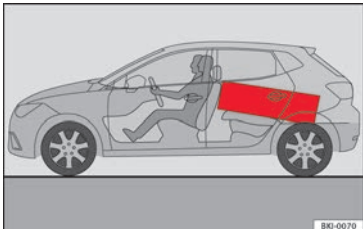

Abb. 159 Legen Sie schwere Gegenstände möglichst weit nach vorn.
- Verstauen Sie schwere Gepäckstücke so weit wie möglich vorne im Gepäckraum **» Abb. 159.**